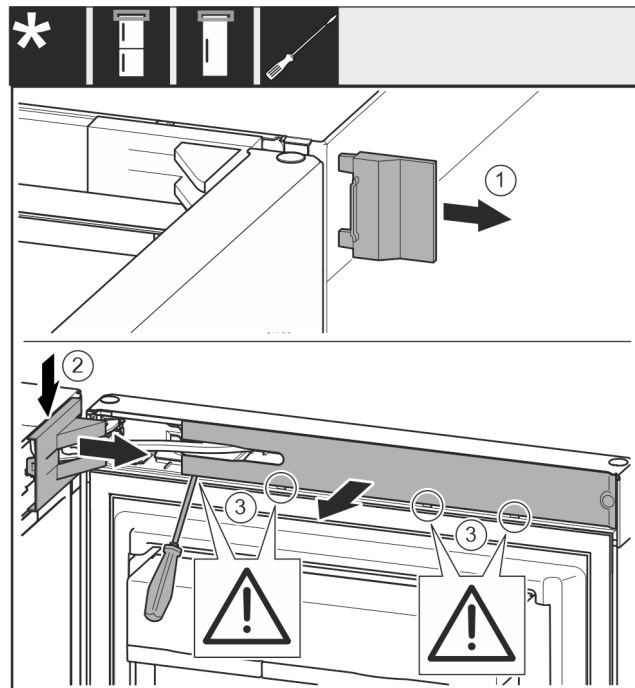

Fig. 8
- ▶ Retirar la cubierta exterior. *Fig. 8 (1)*
- ▶ Desenganchar y soltar la cubierta del soporte de apoyo. Retirar la cubierta del soporte de apoyo. *Fig. 8 (2)*
- ▶ Desenganchar el panel con el destornillador para tornillos de cabeza ranurada y moverlo a un costado. *Fig. 8 (3)*